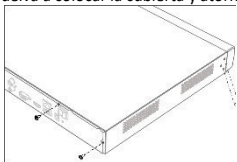

Figura 2-1 Quitar la cubierta
Paso 1 Desatornille los tornillos de cada panel para quitar la cubierta. Consulte la figura 2-1.